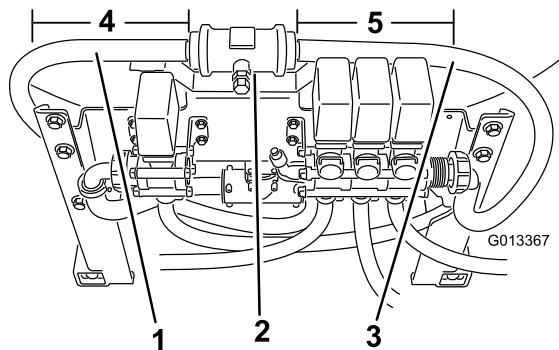

Figura 21
1. Retire la tuerca que sujeta el extremo de la manguera de alimentación del brazo al lado derecho de las válvulas de alimentación del brazo y desconecte la manguera (Figura 21).
7. Retire la horquilla de retención y desconecte la manguera de alimentación del caudalímetro del acoplamiento en T. Corte la manguera a 81 cm a la izquierda del caudalímetro (Figura 21). Deseche el extremo de la manguera que **no** está conectado al caudalímetro.